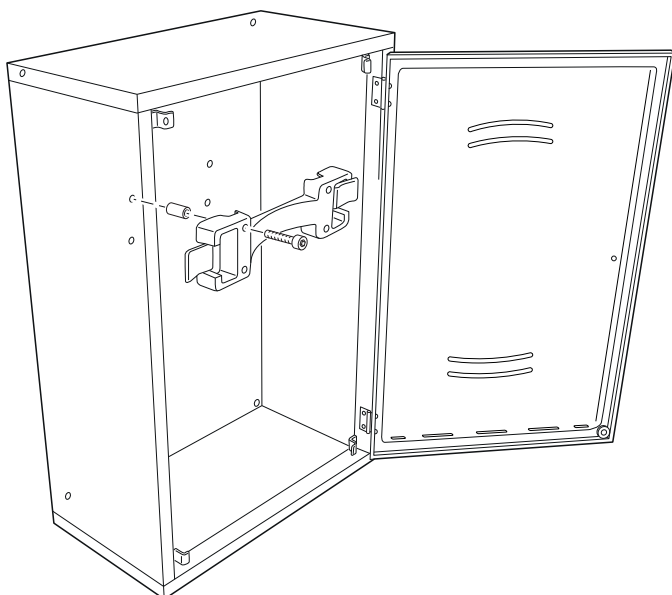

Fig. 5
1. Montare la staffa negli appositi fori con le viti in dotazione (Fig.5)